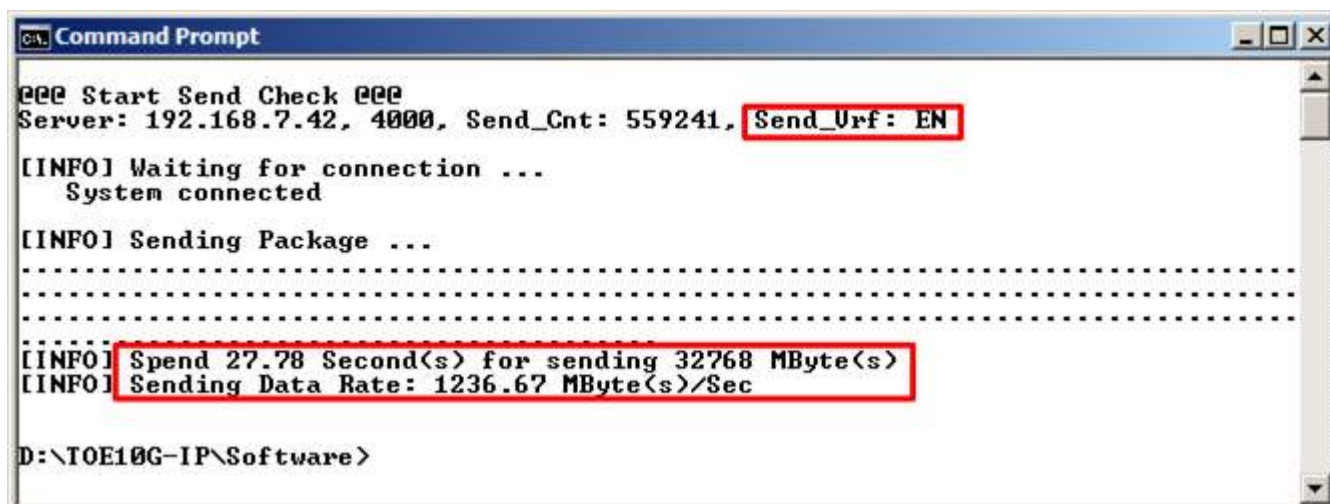

図 4-16: ベリファイ・モードの受信デモ
- テスト・アプリケーションは図 4-16 に示すように転送中“...”を表示します。定データ数のデータ転送が完了すると総転送数と所要時間および転送パフォーマンスが表示されます。